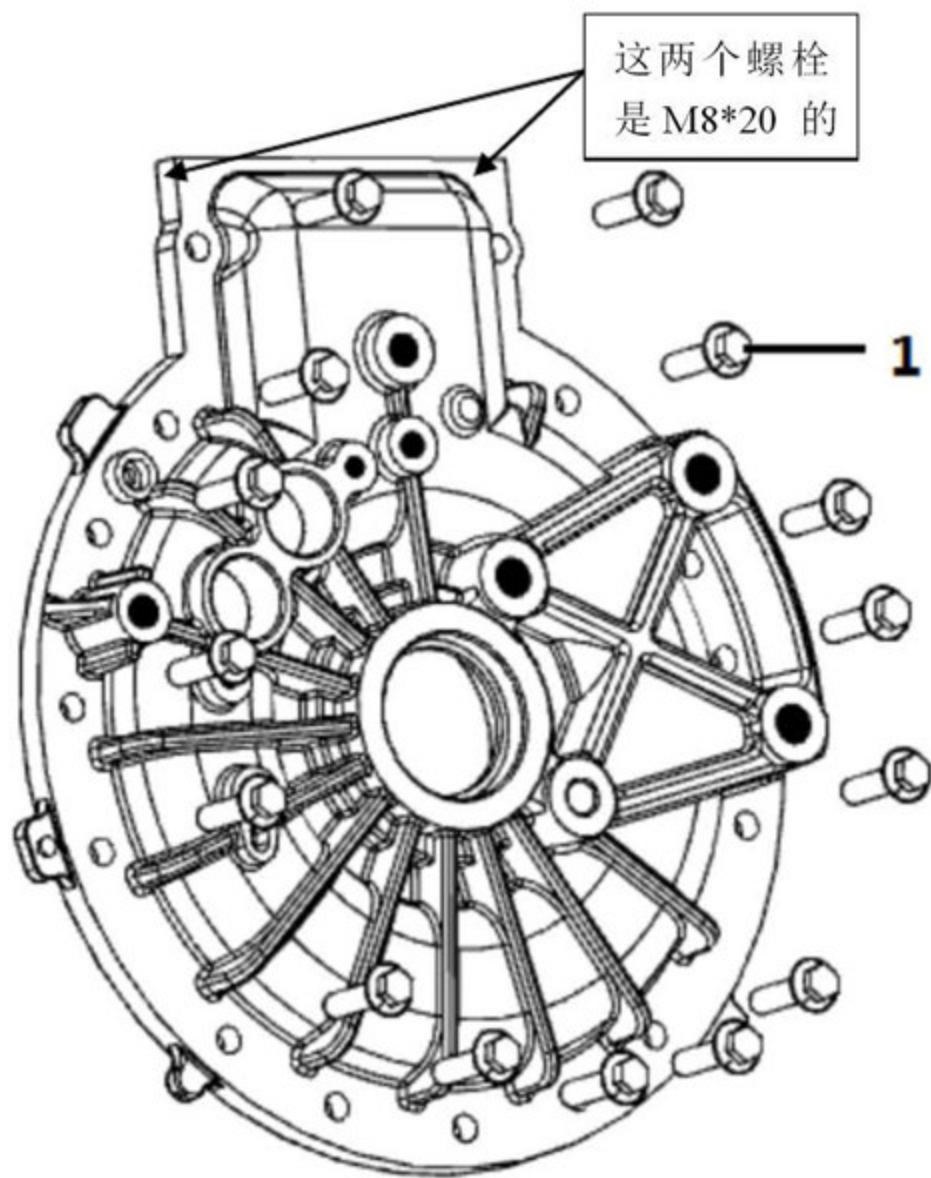

图5
①用扳手将法兰面螺栓扭下。
②用专用工具将端盖从壳体上取下来。由于之前装端盖时在接合面处涂抹了密封胶，在端盖拆下后要对电机内部进行清洁，不得让异物掉入电机内部。
④对电机内部进行维修完毕后，要对端盖进行安装。安装端盖时：先在箱体接合面处涂抹上密封胶，利用定位销对端盖与箱体进行定位，然后用扭力扳手将M8*30法兰面螺栓（1）扭紧，力矩25N.m。（见图5）